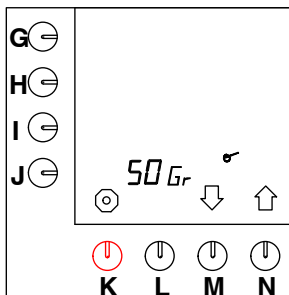

Fig. 37 Programmering av kaffekalkulatoren
- Trykk på valgtasten (N.)↑ inntil fig.37 vises på displayet.